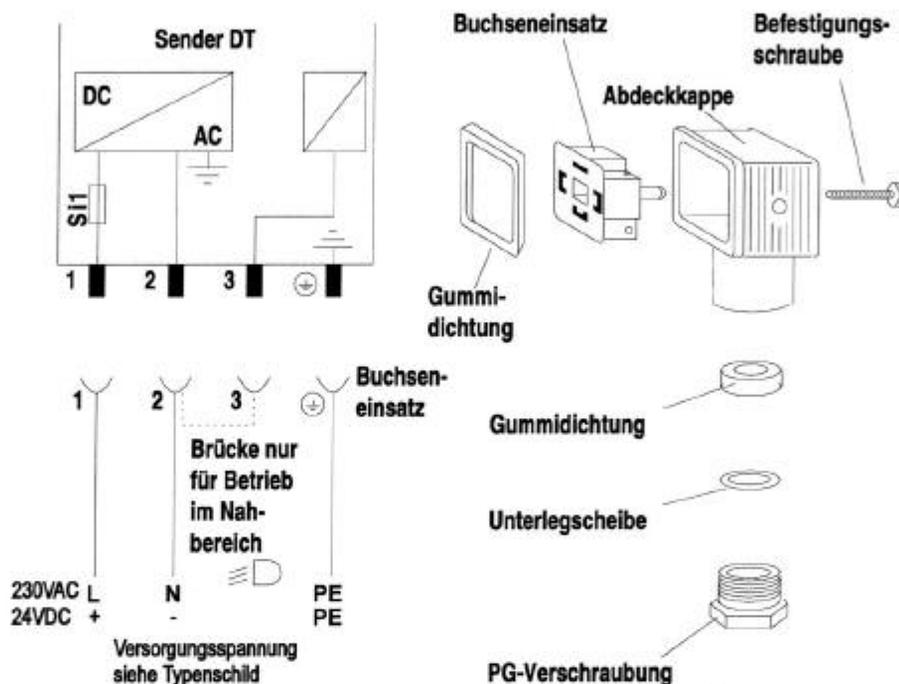

Abbildung 8-1 Versorgungsspannungsanschluß am Sender DT bzw. DTL
Vor dem Anschluß ist zu prüfen, ob die örtliche Versorgungsspannung mit der Angabe des Typschildes übereinstimmt. Die Versorgungsspannung ist gemäß Abbildung 8-1 am Buchseneinsatz des beiliegenden Steckers anzuschließen.
- Abisolieren der Adern und gemäß Abbildung 8-1 anschließen.